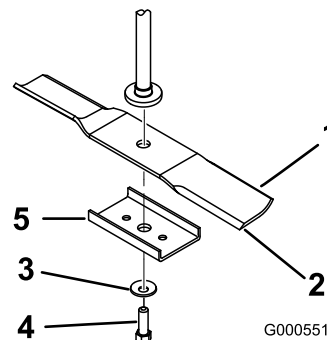

Figure 45
Tenez la lame par son extrémité avec un chiffon ou un gant épais. Enlevez de l'axe le boulon, la rondelle bombée, le renfort et la lame de l'axe (Figure 45).
1. Placez la lame sur l'axe (Figure 45).
- Montez le renfort, la rondelle bombée (face concave vers la lame) et le boulon de lame (Figure 45).